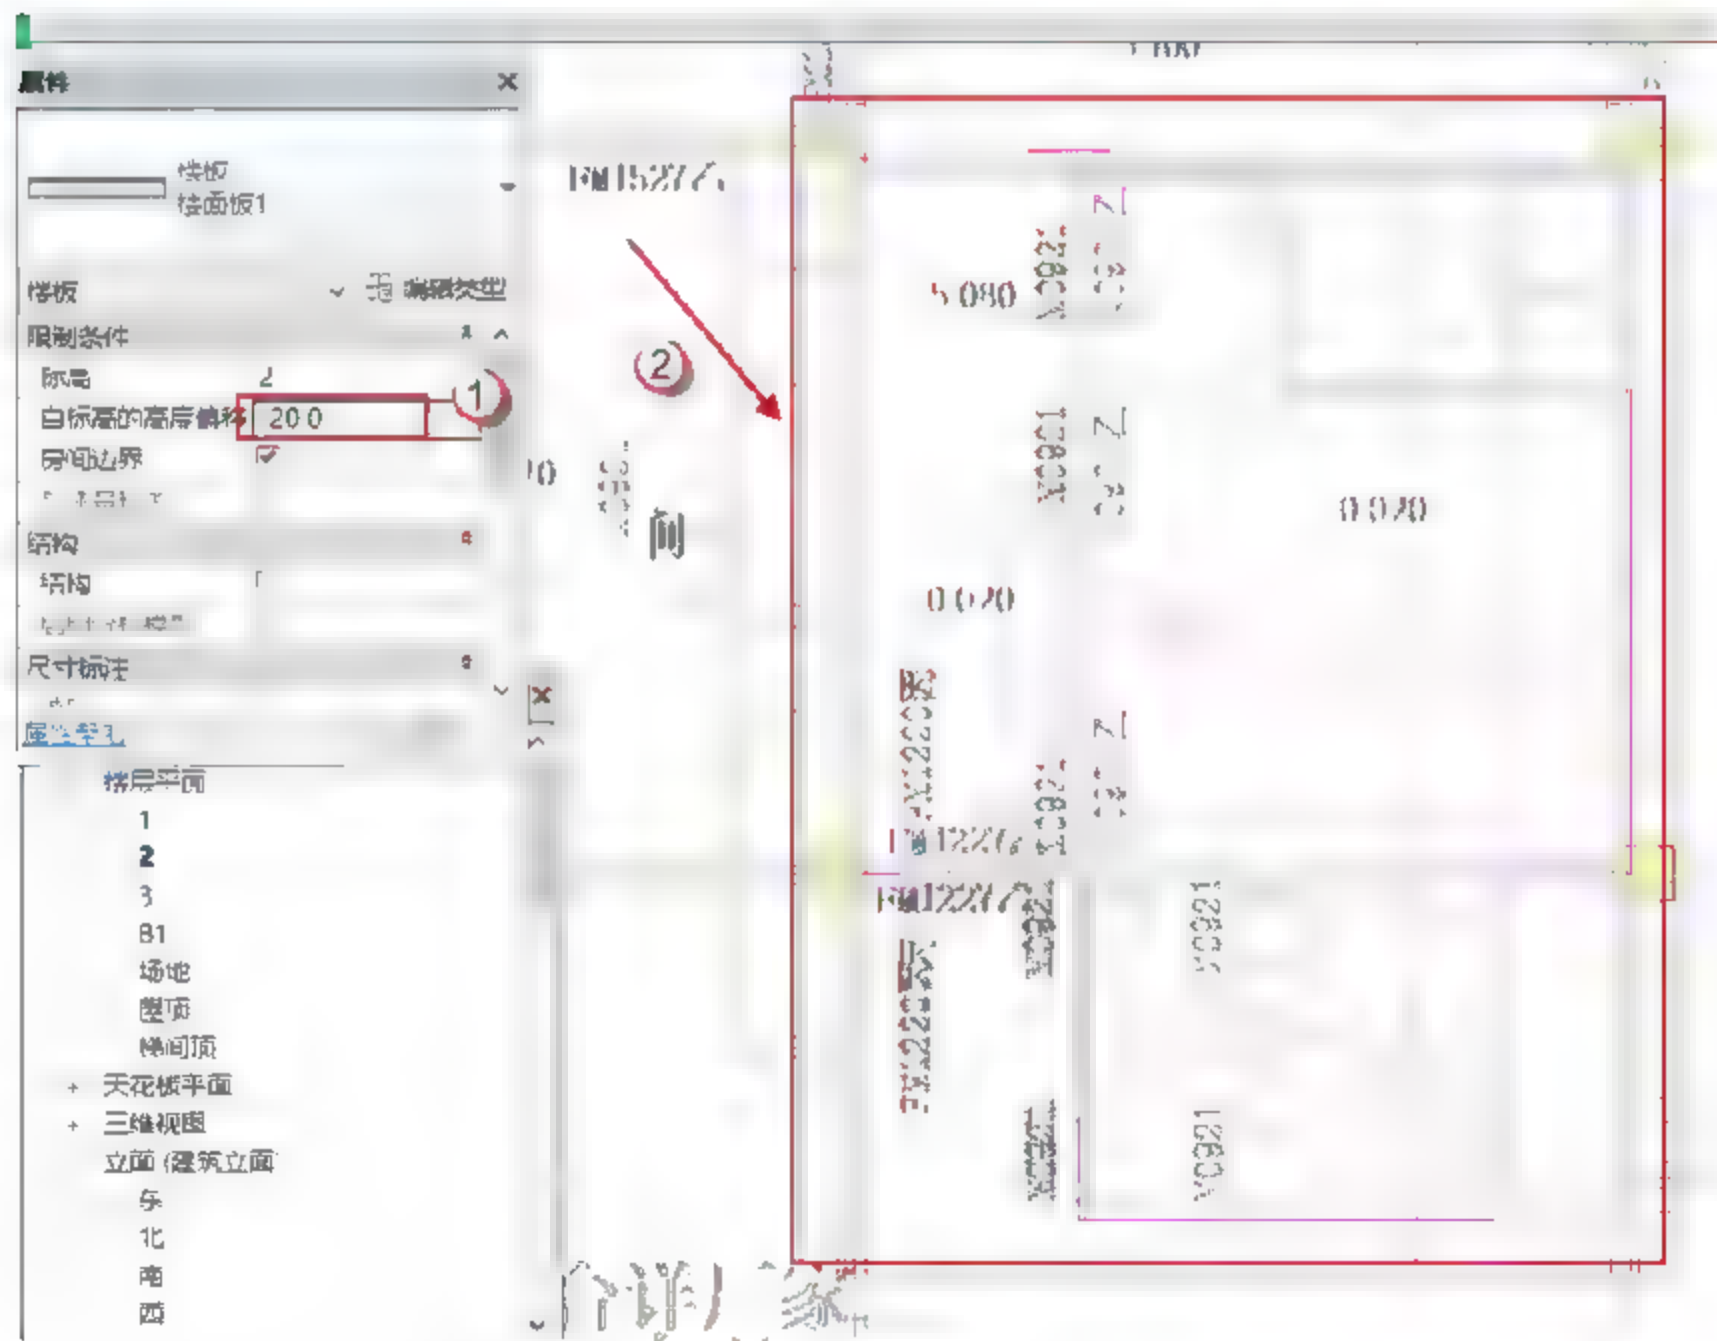

图 11.1.39 绘制部分标高偏移为“-20”的二层“楼面板 2”
(5) 4 轴到 5 轴之间标高为“20”的“楼面板 2”的绘制。选择“建筑”→“楼板”→“建筑楼板”→“楼面板 2”命令，标高为“2”层，将标高改为“20”，选用“直线”工具绘制，绘制路径如图 11.1.39 所示，绘制完成后，单击模式选项面板的√按钮，完成楼面板 2 的部分绘制。